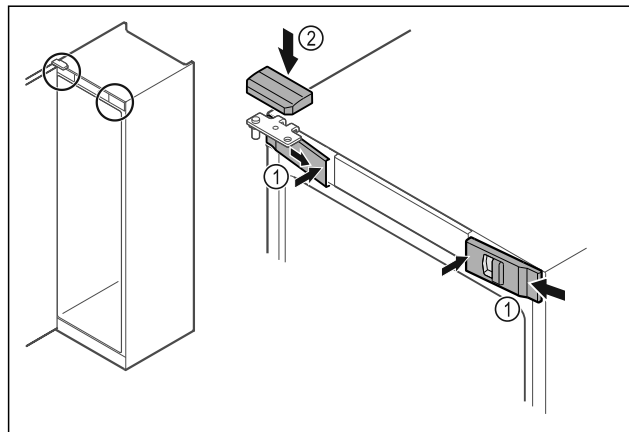

Fig. 37
- ▶ Vordere Abdeckungen Fig. 37 (1) seitlich einhaken und innen aufrasten.
- ▶ Obere Abdeckung Fig. 37 (2) von oben aufrasten.